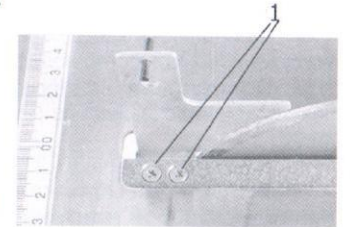

рис. 3
6.2. УСТАНОВКА И РЕГУЛИРОВКА РАСКЛИНИВАЮЩЕГО НОЖА (рис. 3).
6.2.1. Установка расклинивающего ножа (рис. 3):
- закрепите расклинивающий нож винтами, проходящими через отверстия прижимной пластины и расклинивающего ножа (см. отметку 1 на рис. 3).